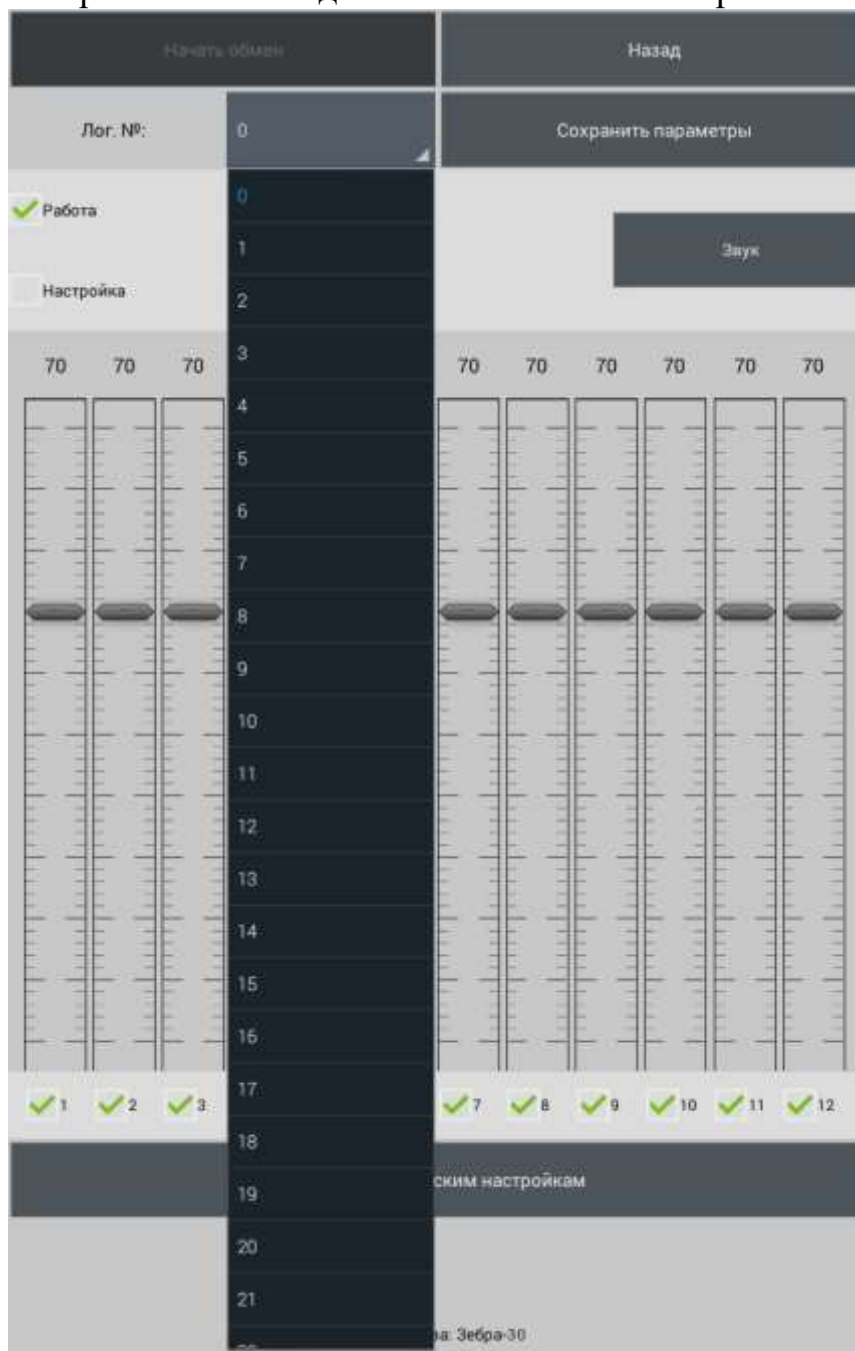

Рисунок 2.26
2.3.7.4.10 Для смены логического номера необходимо выбрать из списка новый логический номер (рисунок 2.26). После успешной смены логического номера всплывет надпись «Логический номер изменен».